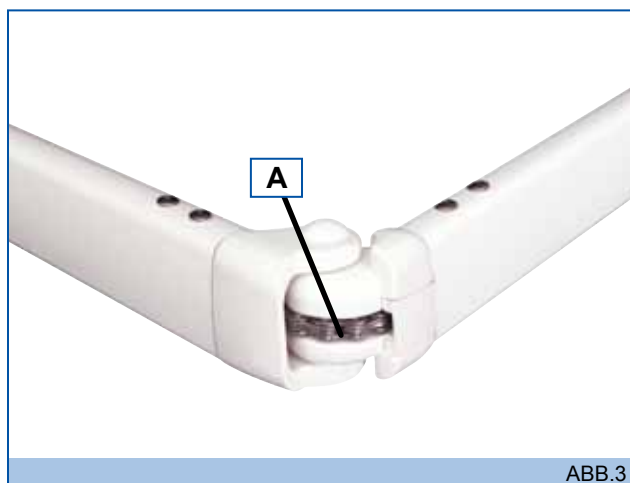
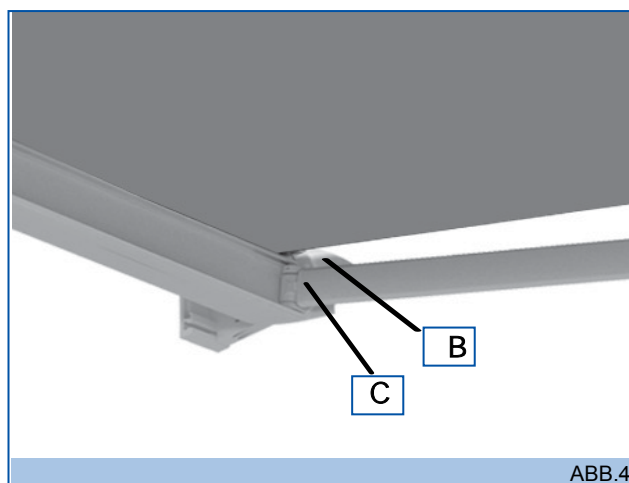

ABB.3
ABB.4
- Wenn die Arme mit Kette, Eckstück (A-Abb. 3) und Flanke (C-Abb. 4) ausgestattet sind, diese schmieren.
- Die Abdeckung auf der Antriebsseite gegenüberliegenden Seite (Motor oder Kurbelantrieb) (B-Abb. 4) schmieren.